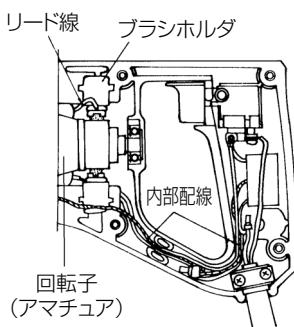

図 5
- (2) 内部配線類が図 5 のように正規の位置にあること、また内部配線類が回転子 (アマチュア) に接触しないことを十分確認してください。
- (3) ハンドルカバーにゴムブッシュ (2コ) が付いていることを確認してください。
- (4) 内部配線類がハウジングとの間にかみ込まれないよう十分注意してハンドルカバーをかぶせて、小ネジ (4本) を締付けてください。